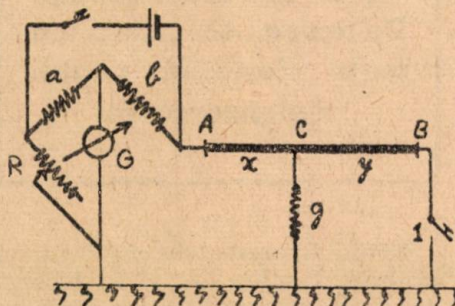

Fig. 2. — Metoda lui Blavier
a) **Metoda lui Blavier** (fig. 2). Ne propunem să găsim punctul C unde a apărut defectul. Distanța necunoscută:  $AC=l$  metri. Dacă linia are o rezistivitate
Efectuăm montajul de punte Wheatstone din fig. 2. Întrerupătorul 1 fiind deschis, măsurăm valoarea lui